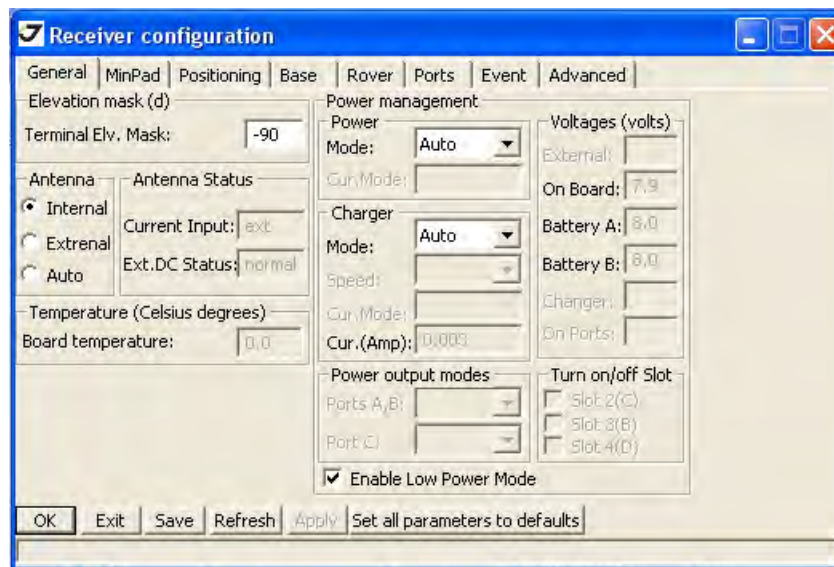

Рисунок 2-11. Закладка General
4. Откройте закладку *General* (Рис. 2-11):